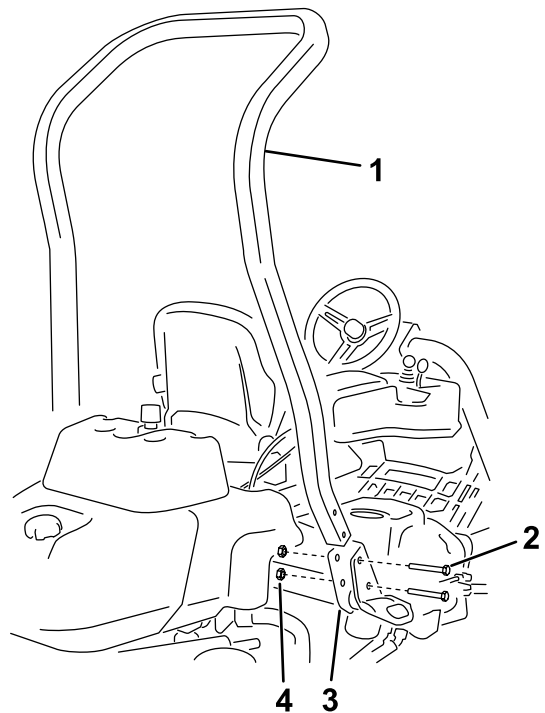

Рисунок 3
3. С помощью 4 болтов ( $\frac{1}{2}$  x  $3\frac{3}{4}$  дюйма) и 4 фланцевых гаек ( $\frac{1}{2}$  дюйма) установите защитную дугу в кронштейны конструкции ROPS на каждой стороне машины, как показано на Рисунок 3.